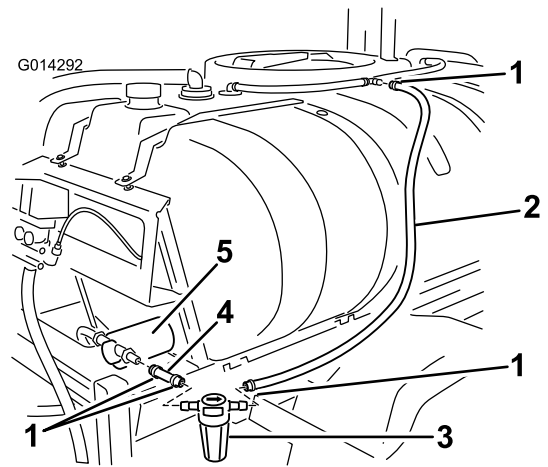

図 22
5. 先ほど取り付けた字フィッティングの開放端に、ホースを接続する【図 22】。